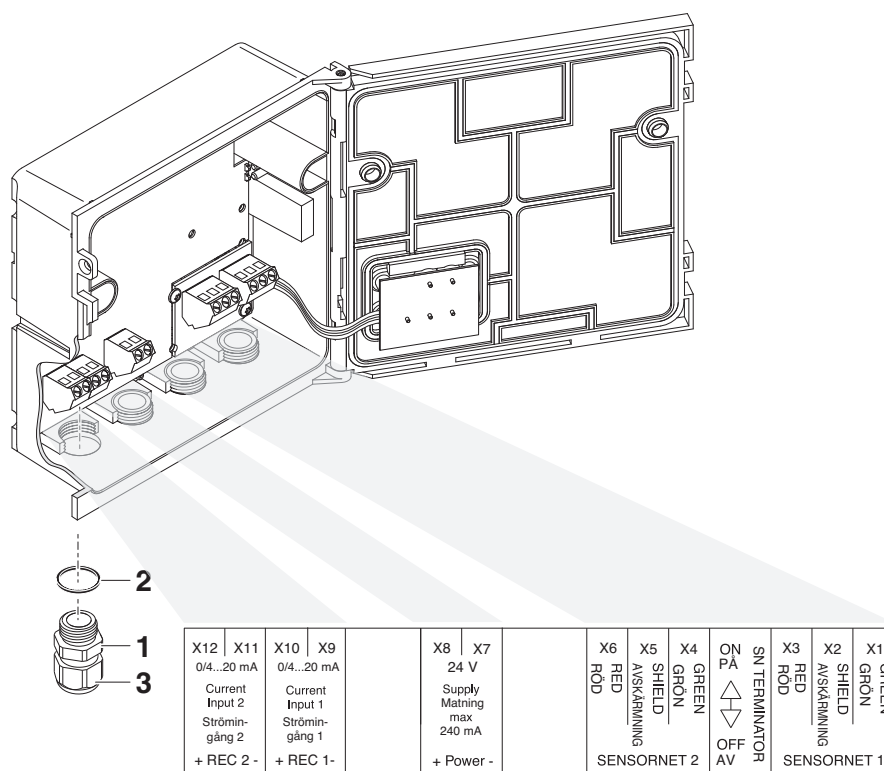

Fig. 3-1 Uttagslist MIQ/IC2
- 3 Skruva fast packboxen (pos. 1 i Fig. 3-1) med tätningringen (pos. 2) i modulhuset.
- 4 Lossa kopplingsringen (pos. 3 i Fig. 3-1).
7	Dra åt kopplingsringen (pos. 3 i Fig. 3-1).